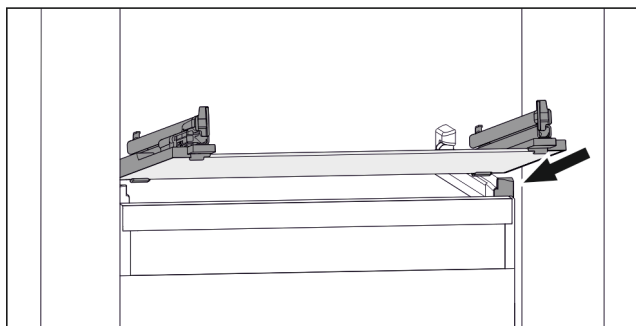

Fig. 115 Exemple de représentation de la tablette en verre
- ▶ Placer la tablette en verre, en l'inclinant, derrière les butées. (voir Fig. 115)